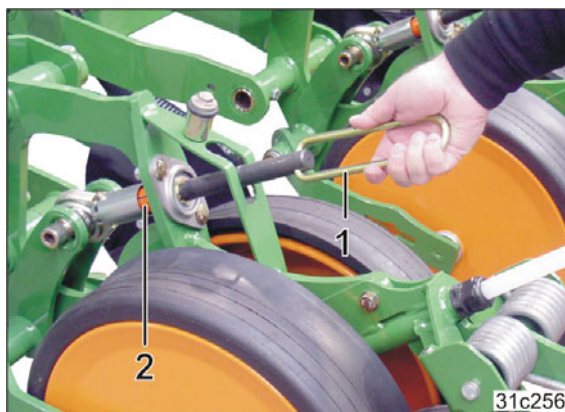

Рис. 166
2. Отрегулируйте необходимую глубину заделки вращая шпindel (Рис. 166/2) ручкой (Рис. 166/1).